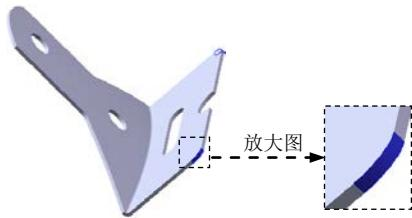
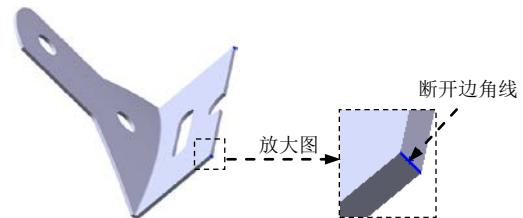

图 3.18 断开一边角 1
图 3.19 断开一边角线
Step9. 创建图 3.18 所示的钣金特征——断开一边角 1。
(1) 选择命令。选择下拉菜单 **插入(I)** → **钣金(H)** → **断裂边角(L)...** 命令(或单击“钣金”工具栏中的 按钮)。
(2) 定义折断边角选项。选取图 3.19 所示的边线；在 **折断类型:** 下单击“圆角”按钮 .